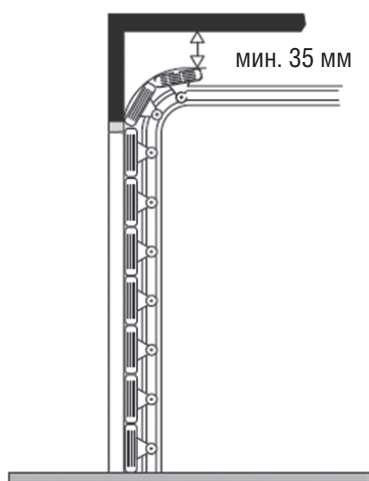

Рис. 1
8. Убедитесь в том, что минимальный зазор между потолком и верхней точкой при движении ворот составляет не менее 35 мм (рис. 1).